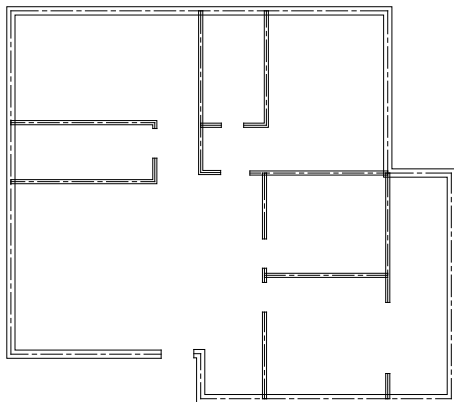

图3-58 绘制非承重墙
**03** 按空格键重复命令，绘制非承重墙，如图3-58所示，命令行操作如下。
**01** 执行“文件”|“打开”命令，打开如图 3-58 所示图形。